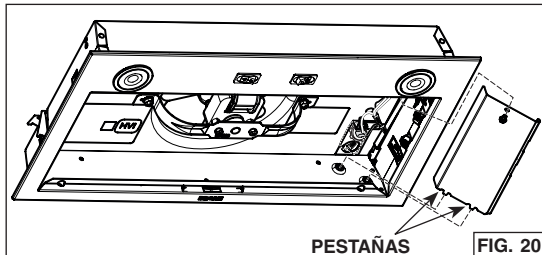

FIG. 20
- Vuelva a colocar la tapa del compartimiento eléctrico; asegúrese de que las pestañas de la parte inferior estén insertadas en su ubicación sobrelevada. Sujetarla a la campana usando su tornillo de sujeción (FIG. 20).